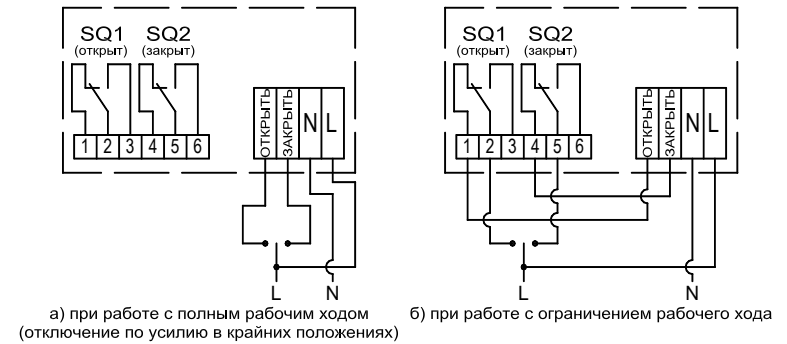

Рисунок 3 Схема подключения
Для обеспечения полного закрытия и открытия клапана подключение ЭИМ выполняется по схеме (рисунок 3,а).
**При этом подключение ЭИМ выполняется по схеме (рисунок 3,б).**